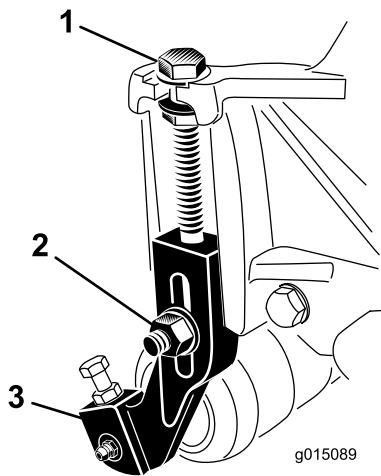

图 16
1. 松开将剪草高度支架固定到滚刀组侧板上的锁紧螺母图 16。